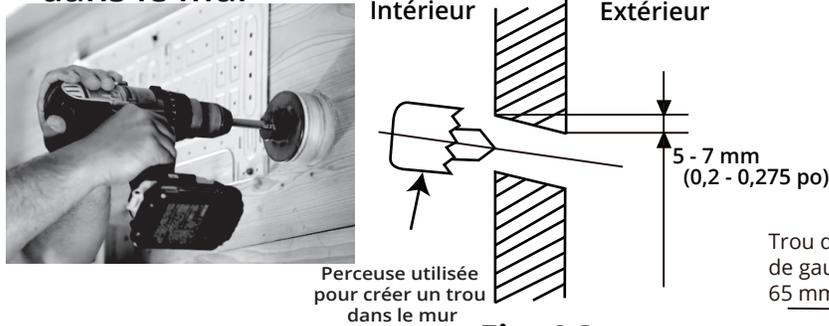

Fig. 4.3
2. À l'aide d'une carotteuse d'un diamètre de 65 mm (2,5 po) ou de 90 mm (3,54 po), selon le modèle, percez un trou dans le mur avec un léger angle vers le bas, de sorte que l'extrémité intérieure du trou soit plus haute que l'extrémité extérieure du trou, d'environ 5 à 7 mm (0,2 à 0,275 po). Cela permettra d'assurer un bon drainage de l'eau de l'unité intérieure (**voir la figure 4.3**). **REMARQUE : Lorsque la tuyauterie de gaz est de 16 mm (5/8 po) ou plus, le trou mural doit être percé à l'aide d'une carotteuse d'un diamètre de 90 mm (3,54 po).**